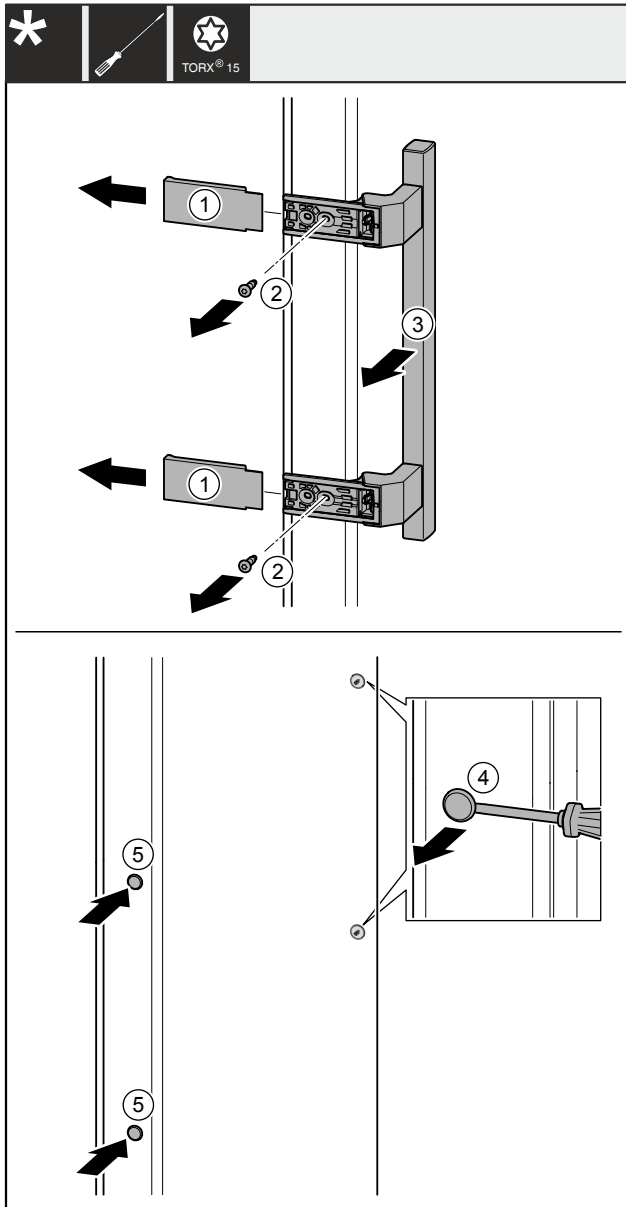

Fig. 41
- ▶ Afdekkingen Fig. 41 (1) wegtrekken.
- ▶ Schroeven Fig. 41 (2) met een schroevendraaier er uit draaien.
- ▶ Greep Fig. 41 (3) wegnemen.
- ▶ Til de zijplug voorzichtig Fig. 41 (4) op met een platte schroevendraaier en trek hem er uit.
- ▶ Plug Fig. 41 (5) aan de andere kant er weer insteken.